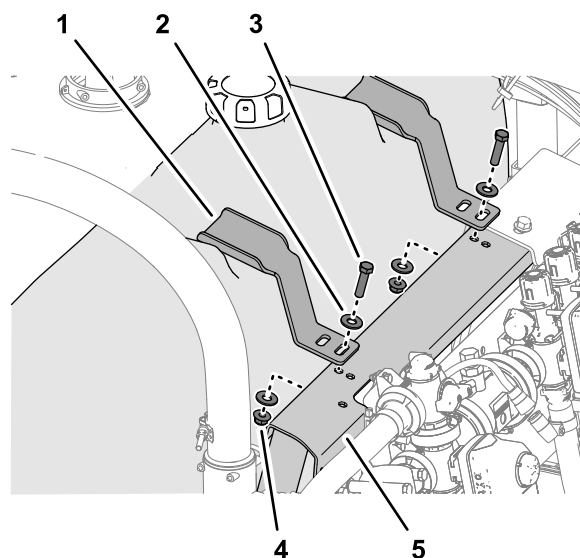

Figura 16
1. Allineate la staffa di fissaggio con i rilievi stampati nella parte superiore del serbatoio di lavaggio (Figura 16)
2. Allineate la scanalatura nella staffa di fissaggio con il foro nel supporto della valvola (Figura 16).
3. Montate, senza serrarlo, l'ancoraggio al supporto della valvola (Figura 16) con un bullone (3/8" x 1 1/2"), 2 rondelle (3/8") e un dado di bloccaggio flangiato (3/8") rimossi in Rimozione del serbatoio di lavaggio \(pagina 5\).
4. Ripetete i passaggi da 1 a 3 per l'altro ancoraggio nell'altro incavo del serbatoio di lavaggio (Figura 16).